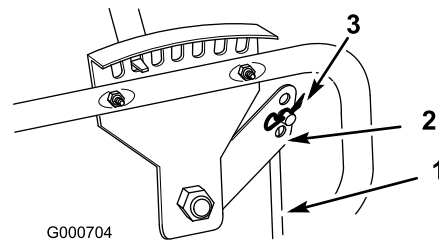

Figura 7
8. Fije el extremo superior de la varilla de control de altura al mando de ajuste de altura con una chaveta (Figura 7).